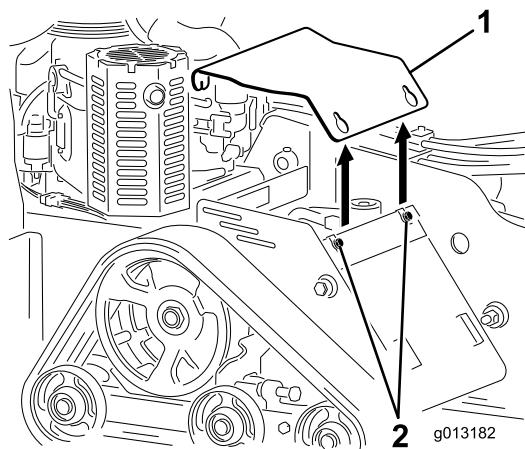

Bild 26
3. Lösen Sie nacheinander die drei Schrauben, mit denen die Abdeckplatte am Rahmen befestigt ist, bis die Abdeckung nicht mehr befestigt ist (Bild 26).
2. Schieben Sie die Abdeckplatte in die richtige Stellung und befestigen sie mit den 3 vorher gelösten Schrauben (Bild 26).